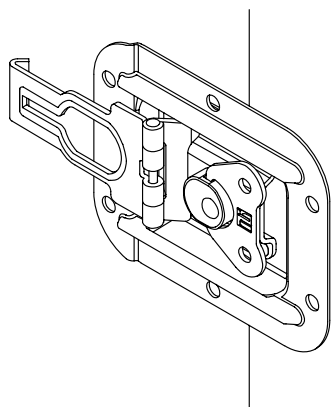
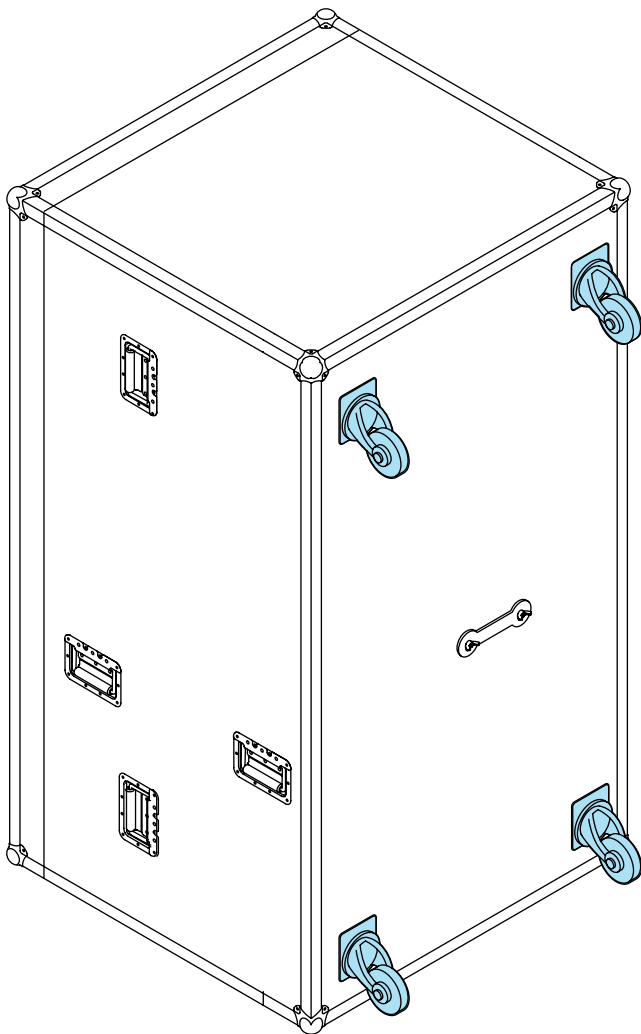
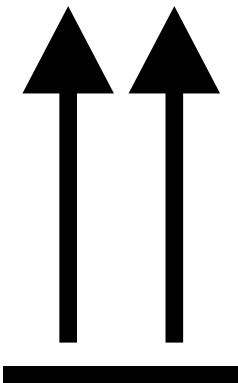

Рисунок 5.4. Замок кофра
Рисунок 5.5. Днище кофра с колёсами
Рисунок 5.6. Наклейка с маркировкой на кофре
Кофр оснащен замками (рис. 5.4), колёсами (рис. 5.5), и ручками. Перемещать робота можно или строго вертикально, в соответствии с маркировкой на наклейке (рис. 5.6), или горизонтально на колёсах.
1. Установите кофр в вертикальное положение в соответствии с транспортировочной маркировкой (рис. 5.6).
2. Открутите барашковые винты (рис. 5.5) на четырех замках крышки, разъедините замки, снимите крышку, потянув ее вперед, и уберите ее в сторону.